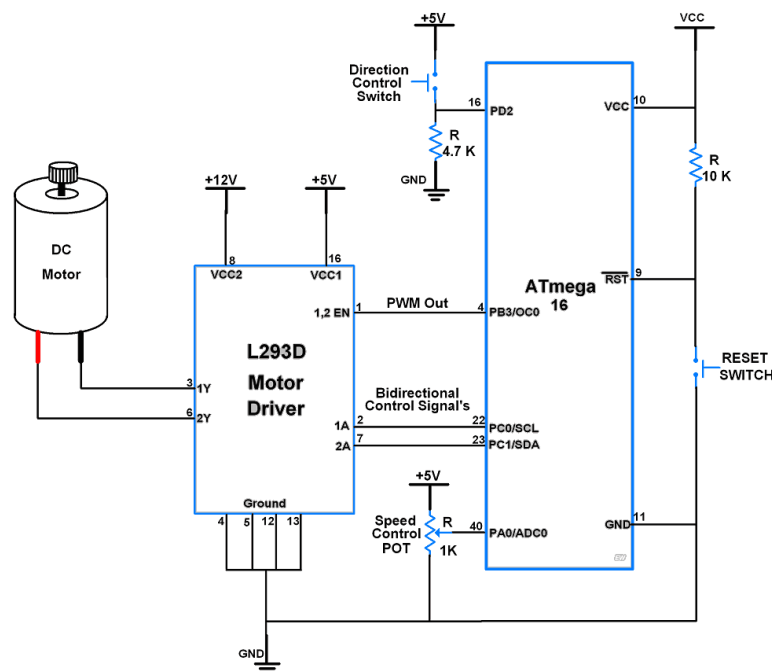

Рисунок 13 – Використання ШІМ сигналів МК і моста ІС L293D для керування швидкістю і напрямом обертання мотора
8. Промодельовати в Proteus схему рис. 13 (приклад 4) для керування напрямом і швидкістю обертання мотора з використанням ШІМ сигналів МК ATmega 16 і моста L293D.